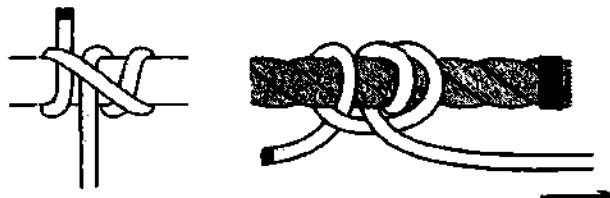

Рис. 614. Задвижной штык.
**Задвижной штык** – это ещё один вариант **выбленочного узла** со шлагом (рис. 614). **Задвижной штык** похож на **верблюжий узел**, в основе которого лежит не **выбленочный**, а **коровий узел**. Используется **задвижной штык** в тех же случаях, что и **двойной выбленочный узел**: для